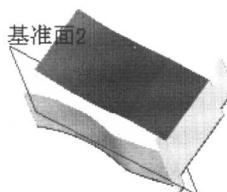
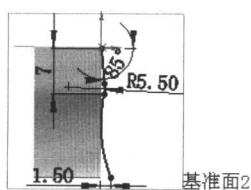

图 1.13 斜接法兰 2
图 1.15 横断面草图
(3) 定义斜接法兰参数。
① 定义法兰位置。在 **法兰位置(N)** 区域中，单击“折弯在外”按钮 。其他采用默认设置。
② 定义启程/结束处等距离。在 **启程/结束处等距(D)** 区域的下拉列表  输入 3.0，在  输入 3.0。其他采用默认设置。
(4) 单击  按钮，完成斜接法兰 1 的创建。
Step5. 添加图 1.13 所示的钣金特征——斜接法兰 2。
(1) 选择命令。选择下拉菜单 **插入(I) → 钣金(W) → 斜接法兰(M)...** 命令（或单击“钣金”工具栏上的“斜接法兰”按钮 ）。
(2) 定义特征的横断面草图。
① 定义横断面草图。在草绘环境中绘制图 1.15 所示的横断面草图。
② 选择下拉菜单 **插入(I) → 退出草图** 命令，退出草绘环境，此时系统弹出“斜接法兰”窗口。
③ 定义斜接法兰参数。定义法兰位置：在 **法兰位置(N)** 区域中，单击“折弯在外”按钮 。其他采用默认设置。
(4) 单击  按钮，完成斜接法兰 2 的创建。